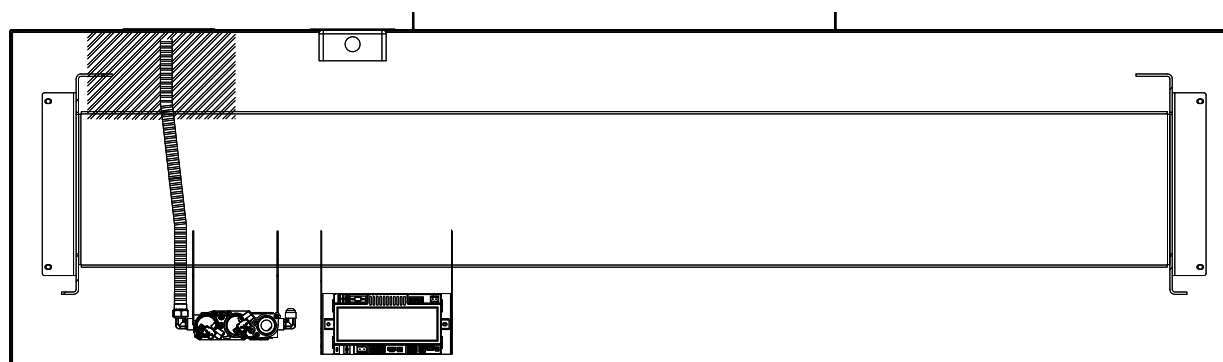

Figure 5.1 - Trajet recommandé de la conduite de gaz flexible (Vue de dessus)
- La Figure 5.1 montre le trajet d'installation de la conduite de gaz flexible, de la valve de gaz à la conduite d'alimentation de gaz. La zone ombrée (coin arrière gauche) est l'endroit recommandé pour installer le robinet d'arrêt raccordé à la conduite d'alimentation de gaz. Ceci vous permettra d'accéder au robinet d'arrêt au moment de retirer le panneau de contrôle. Insérez la conduite de gaz flexible dans le foyer à travers le trou d'accès de gaz prévu. Voir la Figure 2.1 (Dimensions de l'appareil) pour l'accès à la conduite de gaz.